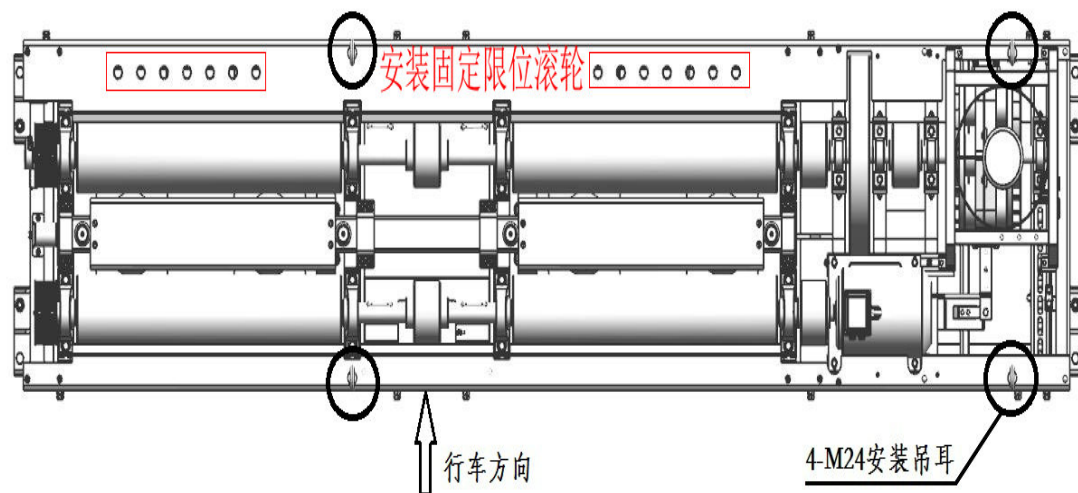

图 3.4
(1)、如图 3.4 所示：将安装吊耳（M20）拧紧在台架对应位置上，用钢丝绳或布带穿过台架的四个安装吊耳。
(3)、最后将台架吊到安装地基内（注意设备方向，车辆先经过连着电机一端的滚筒或根据安装固定限位滚轮的孔来判定，这些孔在进车方向前方，见图 3.4）。